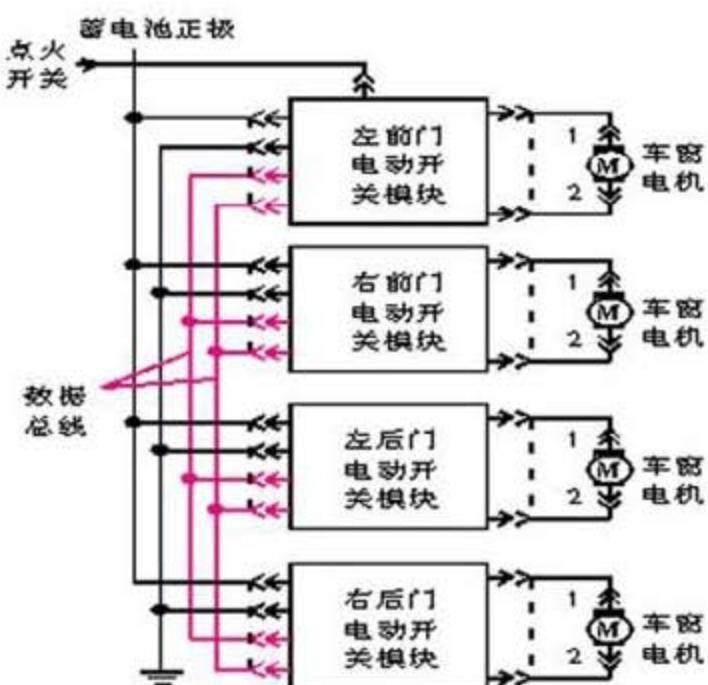

图2 总线型电动玻璃升降器控制电路图
- 2). 在检查该车时，笔者发现该车的电动玻璃升降器控制系统电路（图 2）与传统的玻璃控制方式接线不同，各车门上的玻璃升降开关只有一条地线，而且没有回到主开关而是直接接地，各车门的玻璃升降开关之间还多了 2 条较细的线分别与其他车门的升降开关相连。从电路图上可以看到，各个车门玻璃升降开关用虚线的方框图表示，并没有标出内部结构。笔者实车检查后发现，该车的玻璃升降开关与传统类型的玻璃升降开关不同，而是一个集成控制模块。查找资料后得知，2005 年款北京吉普装备的是温州德科生产的电动玻璃升降器控制系统（零件号码后缀为*AB，银色面板）。该系统包括 4 个控制模块，分别控制各个车门的玻璃升降和电动门锁。左前车门上主开关的控制信号通过 2 条数据总线发送，再由其他 3 个车门开关模块识别接收。系统总线网关